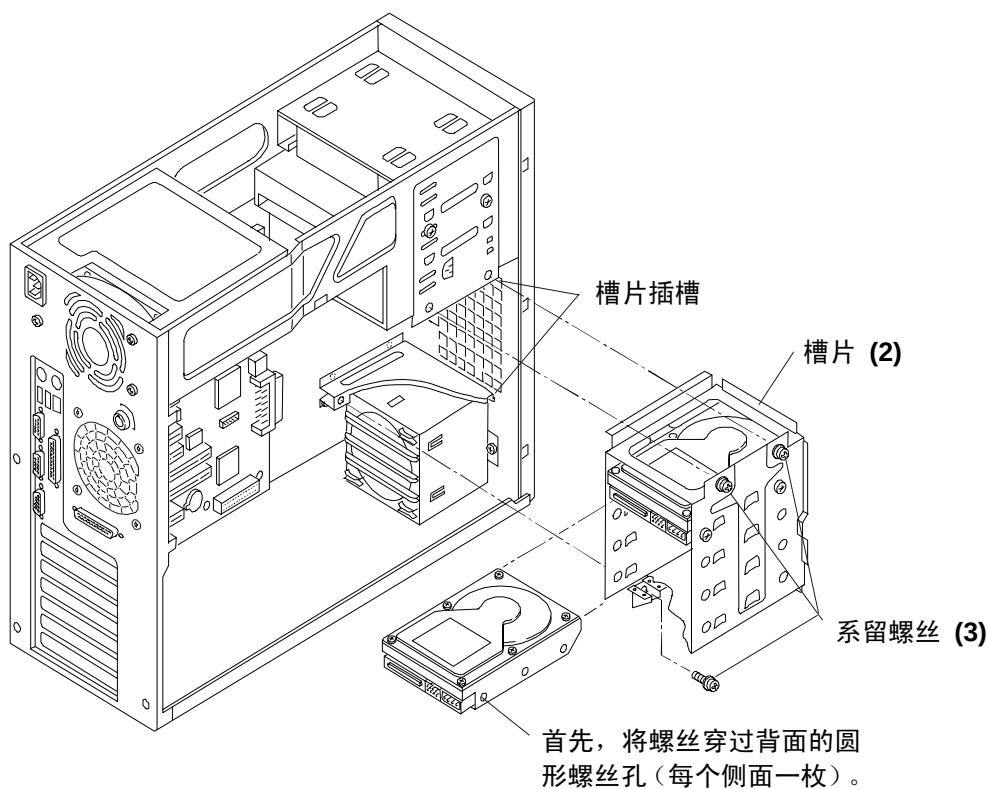

图 3-2. 添加硬盘驱动器
8. 从机箱中取出硬盘驱动器箱。请参见图 3-2。
9. 将驱动器滑入可用的机箱开口处，并且使电缆接头朝向 NetServer 后端。请参见图 3-2 和 3-3。
c. 在海量存储器箱的其它侧面重复步骤 a 至 b。请参见图 3-2 和 3-3。
请确保海量存储器箱前端的槽片滑入用于每个槽片的插槽。请参见图 3-2 和 3-3。